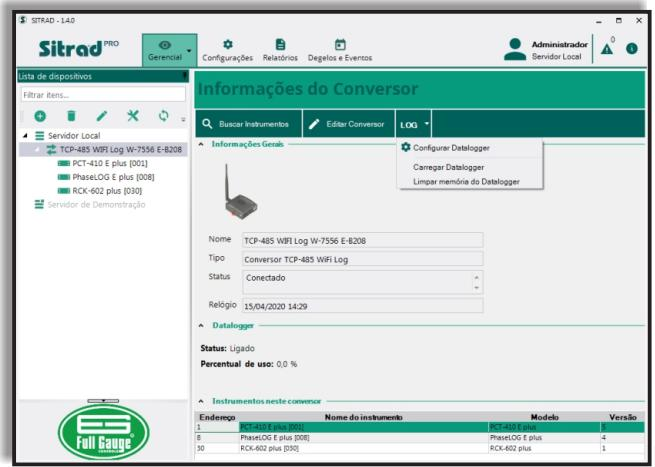
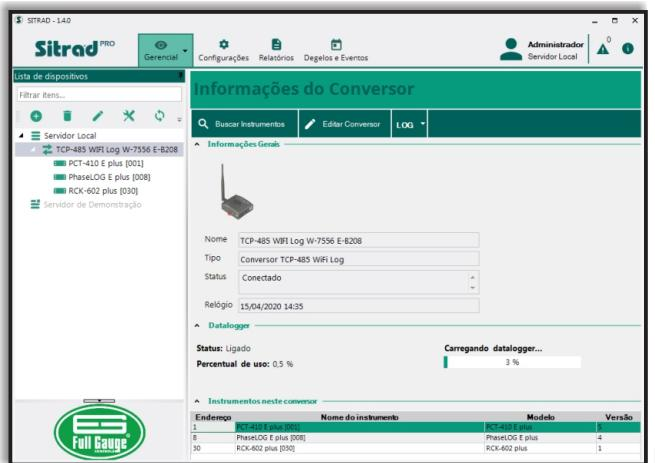
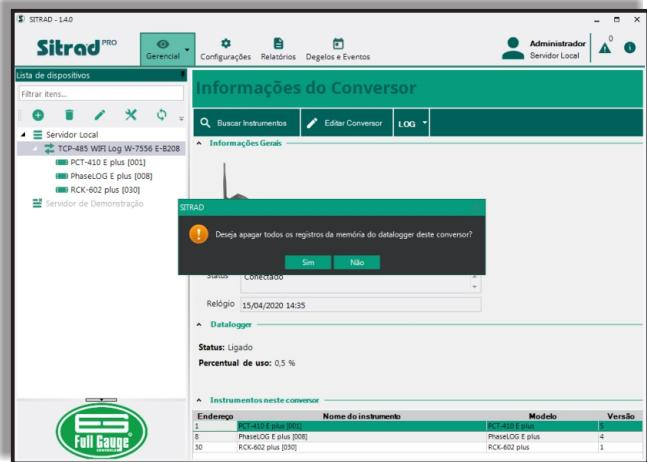

Figura 31
Figura 33
Figura 34
Passo 1: Selecione no meu árvore o conversor **TCP-485 WiFi Log**. Na guia Informações do Conversor, click em LOG → Configurar Datalogger (Figura 31).
Para carregar o Datalogger do conversor, selecione na guia **Informações do Conversor** (Figura 31) o menu **LOG** → **Carregar Datalogger**. Na seção Datalogger, uma barra de progresso indica o processo e o percentual decorrido do carregamento do datalogger (vide Figura 33).
Para apagar os dados do Datalogger do conversor, selecione na guia **Informações do Conversor** (Figura 31) o menu LOG → Limpar memória do Datalogger. Uma janela é exibida confirmando a operação (Figura 34). Selecione **Sim** e todos os logs serão apagados da memória do conversor.